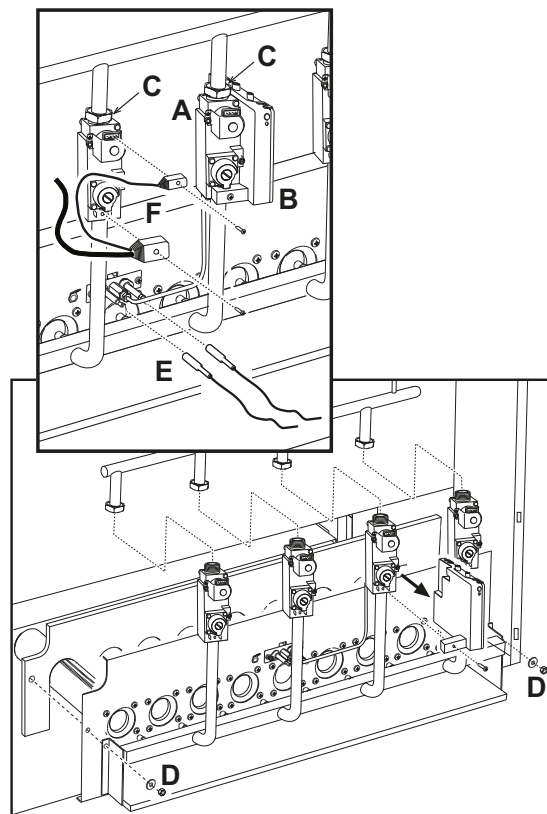

fig. 7 - Démontage et nettoyage des brûleurs
- Desserrer les deux vis de fixation de l'unité électronique de contrôle de la flamme (rep. B - fig. 7) sur la vanne gaz (rep. A - fig. 7) et la dégager de cette dernière.
- Desserrer les vis des connecteurs (F) sur les vannes gaz et les dégager.
- Débrancher les câbles d'allumage et d'ionisation (E) du groupe électrodes.
- Dévisser les écrous fixant le tuyau d'adduction du gaz en amont des vannes gaz (rep. C - fig. 7).
- Dévisser les deux écrous fixant la porte de la chambre de combustion aux éléments en fonte de la chaudière (rep. D - fig. 7).